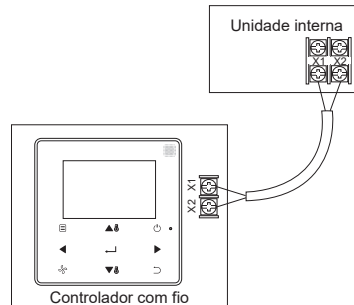

Figura 8
3. Para a IDU de CC da segunda geração, o controlador com fio se conecta às portas X1 e X2 da IDU pelas portas X1 e X2. Não existe polaridade entre X1 e X2. Consulte a Figura 8.